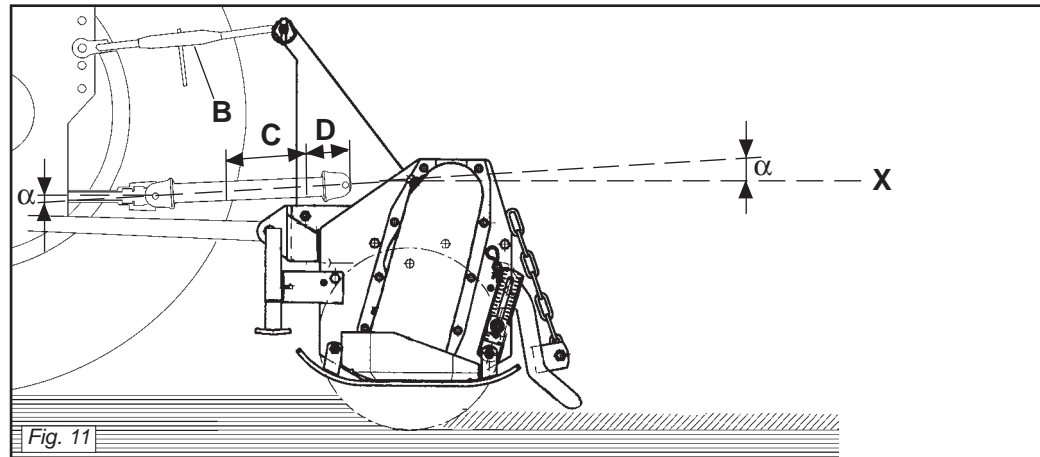
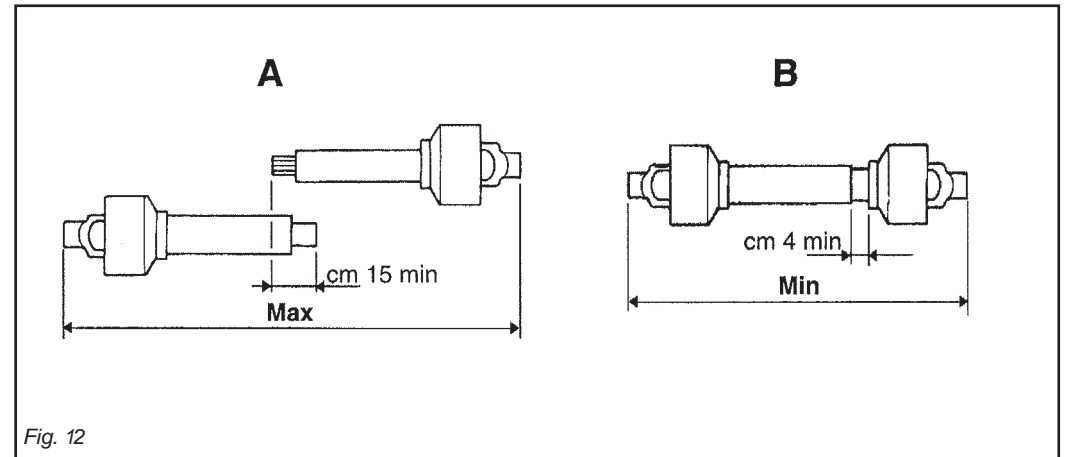

Fig. 11
Fig. 12
Per fare ciò aumentare o diminuire la lunghezza della barra superiore dell'attacco (B Fig. 11) in modo da portare l'asse (X Fig. 11) della ghiera scanalata della scatola parallela al suolo.
To achieve this, increase or decrease the length of the top bar of the hitch (B Fig. 11) so as to set the axis (X Fig. 11) of the housing's grooved ring nut parallel to the ground.
Pour obtenir cette condition augmenter ou diminuer la longueur de la barre supérieure de l'attelage (B Fig. 11) de manière à ce que l'axe (X Fig. 11) de la bague cannelé de la boîte soit parallèle au sol.
Um dies zu erhalten, die Länge der oberen Kupplungsstange (B Abb. 11) erhöhen oder verringern, bis die Achse (X Abb. 11) der Keilmutter des Gehäuses parallel zum Boden steht.
Para ello aumentar o disminuir la longitud de la barra superior del enganche (B Fig. 11) en modo de llevar el eje (X Fig. 11) de la tuerca ranurada de la caja paralela al terreno.
- I due angoli ( $\alpha$  Fig. 11) formati dalle assi delle forcelle e l'asse dei tubi scorrevoli saranno uguali e non dovranno superare i 10°.
- La copertura (C Fig. 11) dei tubi scorrevoli deve essere di 15 cm minimo (Fig. 12).
- I due tubi dell'albero di trasmissione a cardano non si devono ricoprire completamente, una corsa di sicurezza (D Fig. 11) di 4 cm minimo deve sussistere.
- Gli angoli ( $\alpha$  Fig. 11) dei cardani non devono essere superiori a 40° (Fig. 11).
- The two angles ( $\alpha$  Fig. 11) formed by the fork axes and the axis of the sliding tubes will be equal and must not exceed 10°.
- The sliding tubes (C Fig. 11) must overlap by at least 15 cm (Fig. 12).
- The two tubes of the driveline shaft must not fully overlap. There must always be a safety travel (D Fig. 11) of at least 4 cm.
- The angles ( $\alpha$  Fig. 11) of the drivelines must not exceed 40° (Fig. 11).
- Die beiden Winkel ( $\alpha$  Abb. 11), die aus den Achsen der Gabeln und der Achse der Gleitrohre bestehen, müssen gleich groß sein und dürfen auf keinen Fall größer als 10° sein.
- Die Überdeckung (C Abb. 11) der Gleitrohre muss mindestens 15 cm ausmachen (Abb. 12).
- Die beiden Rohre der Gelenkwelle dürfen sich nicht ganz überdecken. Es muss noch einen Sicherheitshub (D Abb. 11) von mindestens 4 cm geben.
- Die Winkel ( $\alpha$  Abb. 11) der Gelenkwellen dürfen nicht größer als 40° sein (Abb. 11).
- Les deux angles ( $\alpha$  Fig. 11) formés par les axes des fourches et l'axe des tubes coulissants doivent être identiques et ne doivent pas dépasser 10°.
- La couverture (C Fig. 11) des tubes coulissants doit être au minimum de 15 mm (Fig. 12).
- Les deux tubes de l'arbre de transmission à cardans ne doivent pas se recouvrir complètement, il doit rester une course de sécurité (D Fig. 11) de 4 cm au minimum.
- Les angles ( $\alpha$  Fig. 11) des cardans ne doivent pas être supérieurs à 40° (Fig. 11).
- Los dos ángulos ( $\alpha$  Fig. 11) formados por los ejes de las horquillas y el eje de los tubos corredizos serán iguales y deberán superar los 10°.
- La cobertura (C Fig. 11) de los tubos corredizos debe ser como mínimo de 15 cm (Fig. 12).
- Los dos tubos del árbol de transmisión de cardán no se deben cubrir completamente, debe quedar una carrera de seguridad (D Fig. 11) de 4 cm como mínimo.
- Los ángulos ( $\alpha$  Fig. 11) de los cardanes no deben ser superiores a 40° (Fig. 11).
Quando esso è inserito al massimo, il gioco minimo consentito deve essere di 4 cm. (Fig. 12).
*When fully inserted, the minimum play must be 4 cm. (Fig. 12).*
*Quand il est entièrement rentré, le jeu minimum admissible doit être de 4 cm. (Fig. 12).*
Wenn die beiden Teile ganz zusammengeschoben sind, muß das kleinstmögliche Spiel 4 cm ausmachen. (Abb. 12).
Quando está inserido al máximo, el juego mínimo permitido debe ser de 4 cm. (Fig. 12).